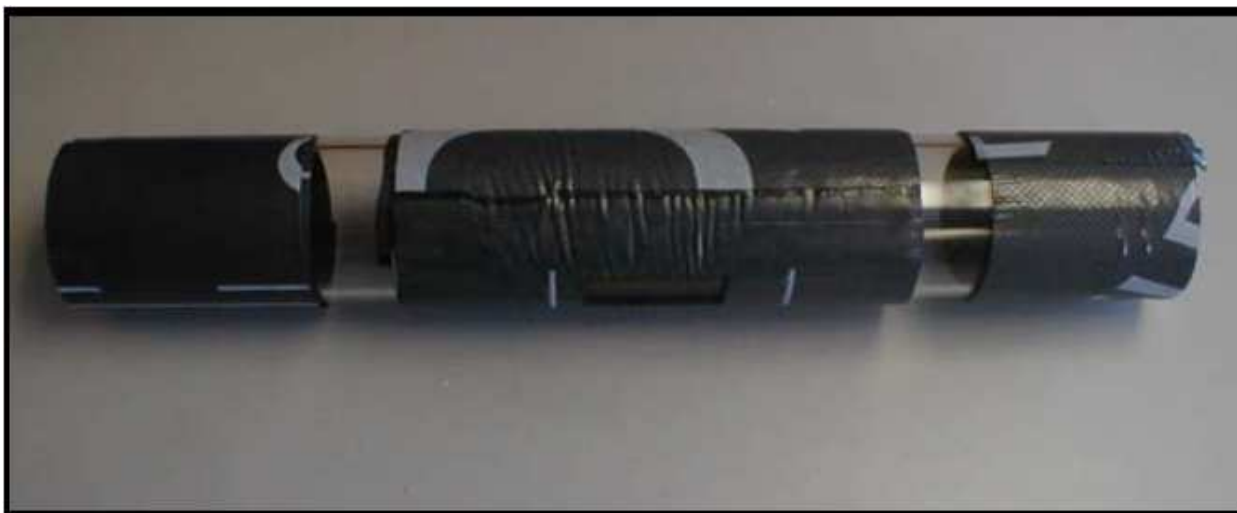

Рис. 3-26: Вид полностью нанесенного демпфирующего материала DMP-1
12. Обмотайте каждую из этих полос вокруг трубы по наружному краю фиксирующего приспособления – одну ниже по течению, а другую выше по течению от места установки. Вид полностью нанесенного демпфирующего материала подобен рис. 3-26, приведенному ниже.